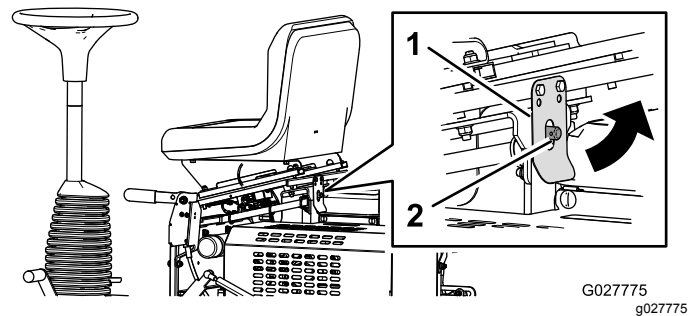

Figura 19
- Tirate indietro il dispositivo di chiusura del sedile e inclinate il sedile in avanti (**Figura 19**).